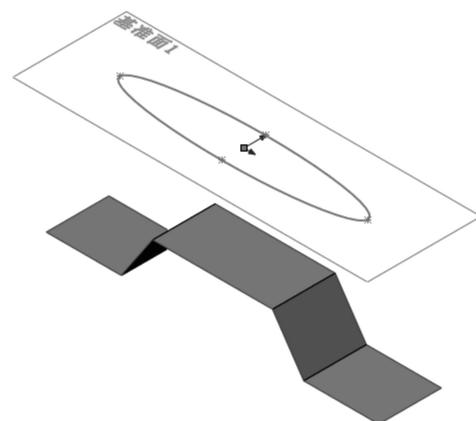

图 6-3 建立基准面 1 并绘制椭圆草图
- [2] 在零件上方建立基准面，并绘制椭圆草图，如图 6-3 所示。